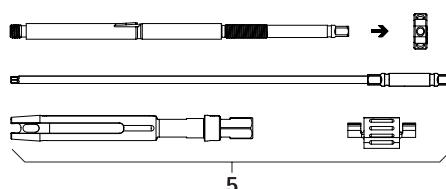

Fig. 3
- Démonter le levier de réduction percutané 5, voir Fig. 3. Démonter entièrement et dévisser l'écrou de serrage.